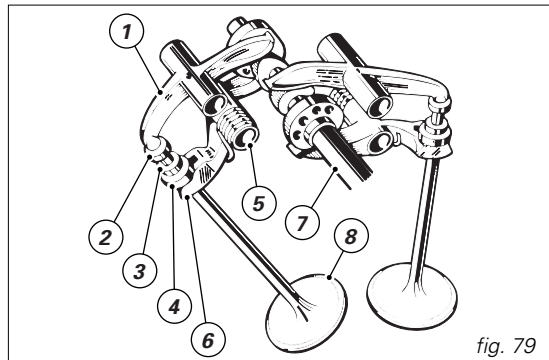

fig. 79
**Esquema de distribución desmodrómica (fig. 79)**